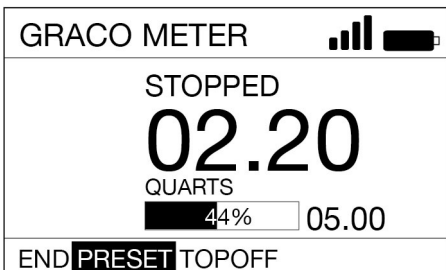

FIG. 35
4. Utilice las FLECHAS IZQUIERDA o DERECHA para seleccionar PRESET (H). Presione el botón INTRO (FIG. 35).